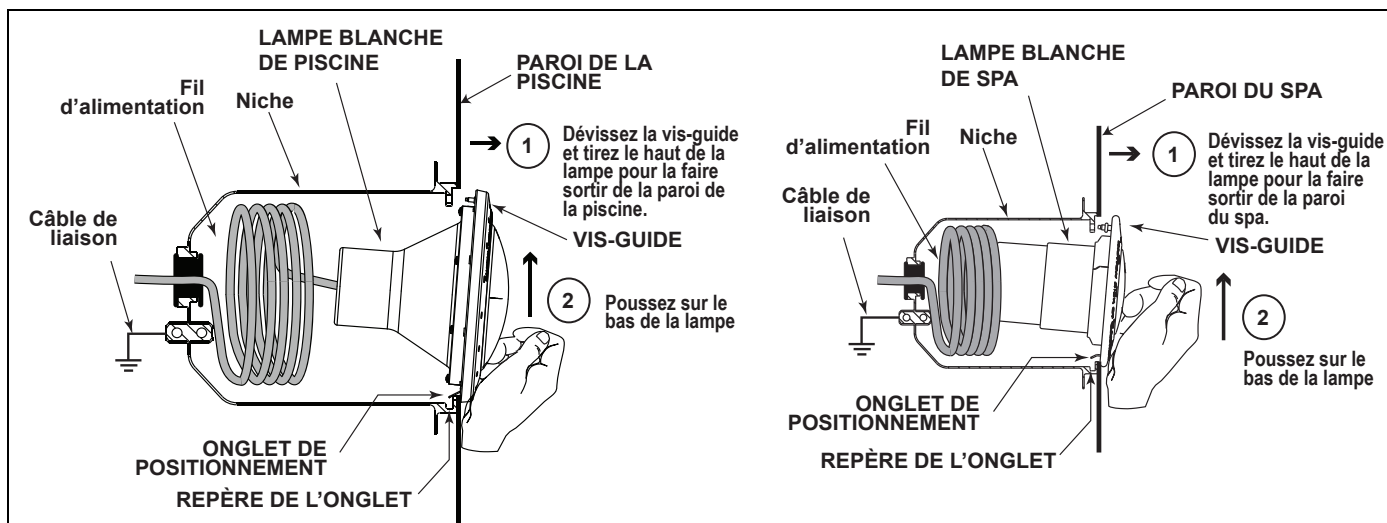

Figure 7. Démontage de la lampe blanche de piscine et de spa pour son remplacement
3. Pour démonter la lampe, dévissez la vis-guide spéciale située sur le haut de la bague avant, sortez la lampe de la niche, et mettez-la sur le bord de la piscine. Il n'est pas nécessaire de vider la piscine ou le spa. Voir la Figure 7.